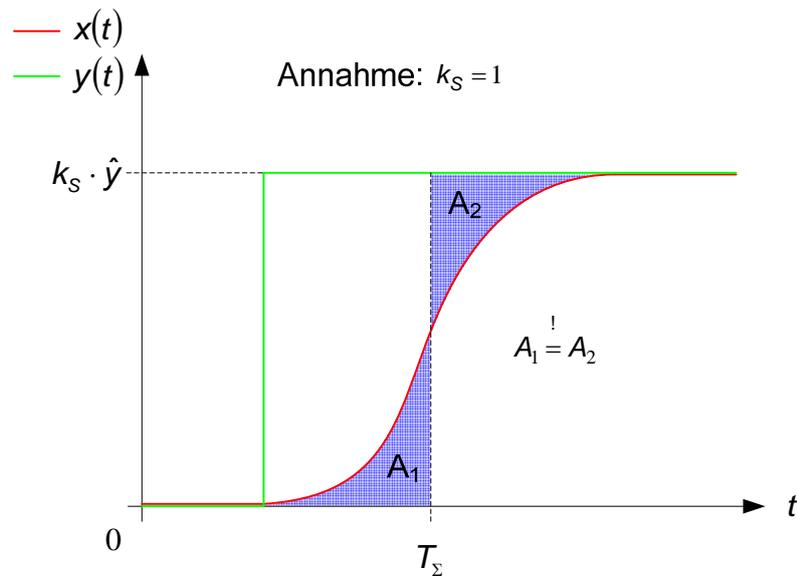

Abbildung 0-2
- 4) Zum bestimmen der Summenzeitkonstante T_Σ eine Gerade orthogonal zur Zeitachse solange verschieben bis die unter Abbildung 0-2 dargestellte Flächengleichheit gegeben ist. Der Schnittpunkt mit der Zeitachse ergibt die Summenzeitkonstante.